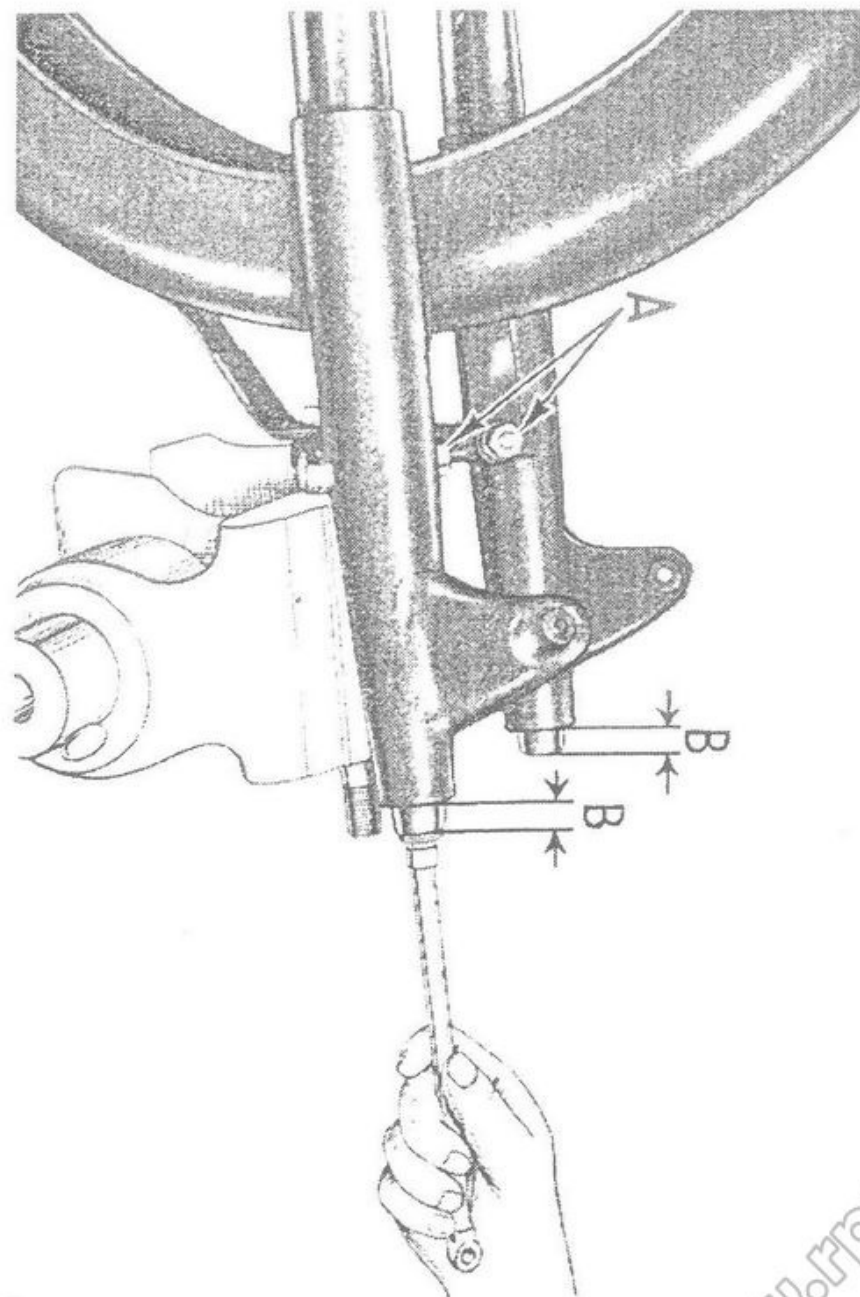

Fig. 30 - Come si monta la forcella
Se necessita levare il parafrangente anteriore questo va tolto prima di levare la forcella dal telaio. Il parafrangente viene tolto mediante la svitatura con chiave da mm. 17 dei due dadi posti sui foderi della forcella (vedere A di fig. 30) e del dado posto sotto la base dello sterzo. N.B.: Dopo aver tolto il parafrangente occorre avvitare nuovamente i due dadi sui foderi; questo serve per bloccare nuovamente i due bracci di forza. Lo smontaggio della forcella viene eseguito nel seguente modo:
I) Allentare il dado sul bullone che blocca il braccio e tiene il parafrangente (vedere A di fig. 30) mediante chiave da mm. 17;
Infilare nel fodero il braccio di forza completamente montato e con avvitato l'apposito attrezzo 23588 occorrente per montare il braccio nella forcella come dimostrato a fig. 30. Il braccio deve sporgere dal fodero circa mm. 13 (vedere B di fig. 30).
Il braccio viene bloccato al fodero mediante la chiusura dell'apposito dado (vedere A di fig. 30).